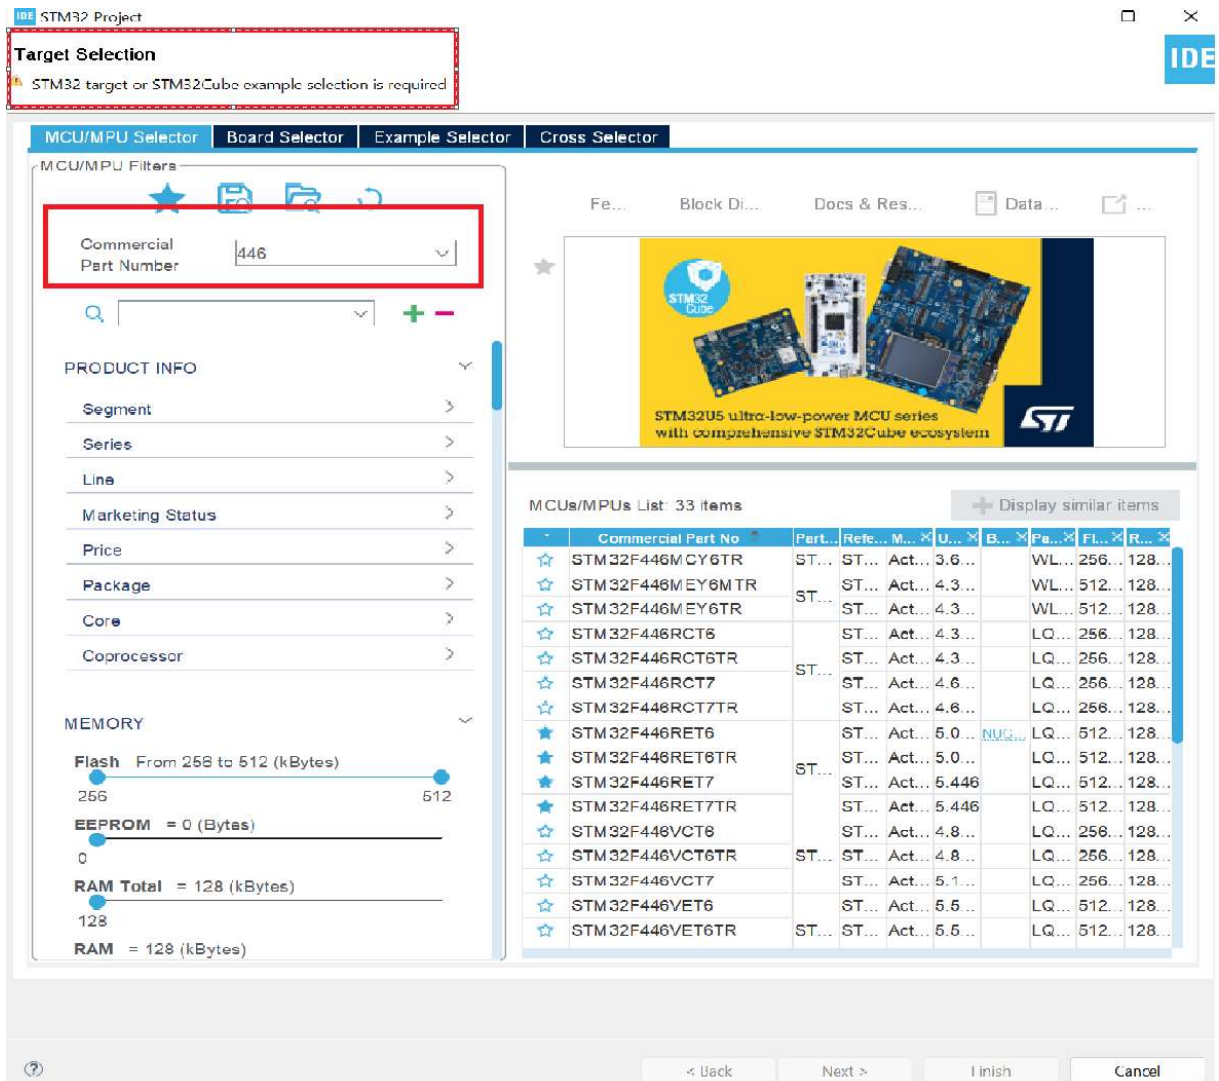

Abbildung 1: Auswahl der Ziel-MCU mit dem Target Selector
- Nach der Auswahl des Mikrocontrollers benennen Sie im nächsten Dialog das neue Projekt. Da in diesem Text die Erstellung der CMSIS-Bibliothek beschrieben wird, sollte der Projektname *CMSIS* lauten. Geben Sie ihn ein und beachten Sie auch die weiteren Einstellungen, die Abbildung 1 zeigt.